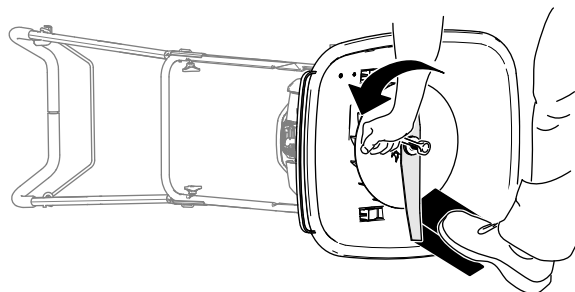

Рисунок 43
4. Используйте деревянную подкладку для фиксации ножа в неподвижном положении (Рисунок 43).